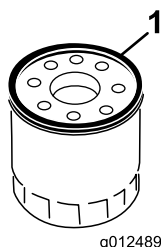

Figure 39
7. Avec les doigts, appliquez de l'huile moteur sur le joint du nouveau filtre (Figure 39).